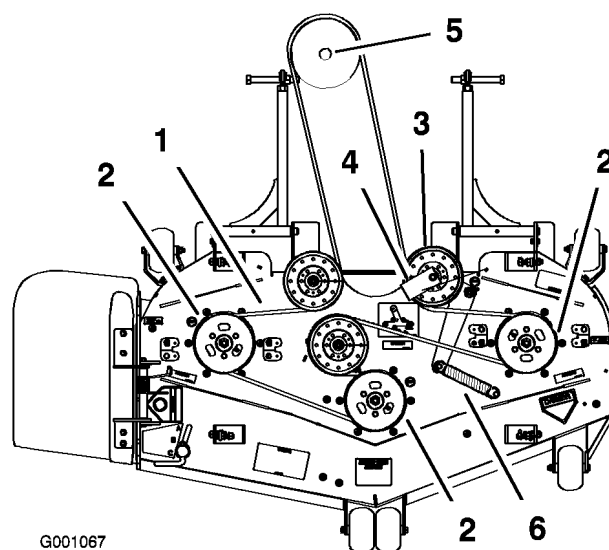

Bild 57
6. Verlegen Sie den neuen Riemen um die Mähwerk- und Getriebespannscheiben unter dem Motor (Bild 57).
7. Setzen Sie die Feder im Spannarm ein (Bild 57).
8. Setzen Sie die Riemenführung mit einem Winkel von 45 Grad auf dem gefederten Spannarm ein, siehe Bild 57.